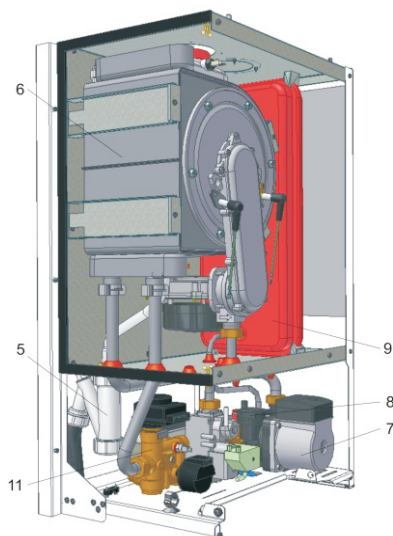

Рис.2
2.2.2 ГИДРАВЛИЧЕСКИЙ КОНТУР КОТЛА(СМ. РИС.2)
1. Первичный теплообменник (рис.2 позиция 6). Передает теплоносителю из первичного контура тепло которое появляется в процессе горения горючего. Теплообменник, кодьцевой формы, изготовлен из нержавеющей стали. Внутри теплообменника размещена камера сгорания.
2. Циркуляционный насос (рис.2 позиция 7).
3. Автоматический воздушный клапан (рис.2 позиция 8).
4. Расширительный бачок (рис.2 позиция 9).
8. Трёхходовой вентиль (рис.2 позиция 11). Роль трёхходового вентиля, с электрическим управлением, заключается в подачи потока воды в системе отопления или в пластинчатый теплообменник, в зависимости от потребности (тёплая хозяйственная вода или вода для отопления).